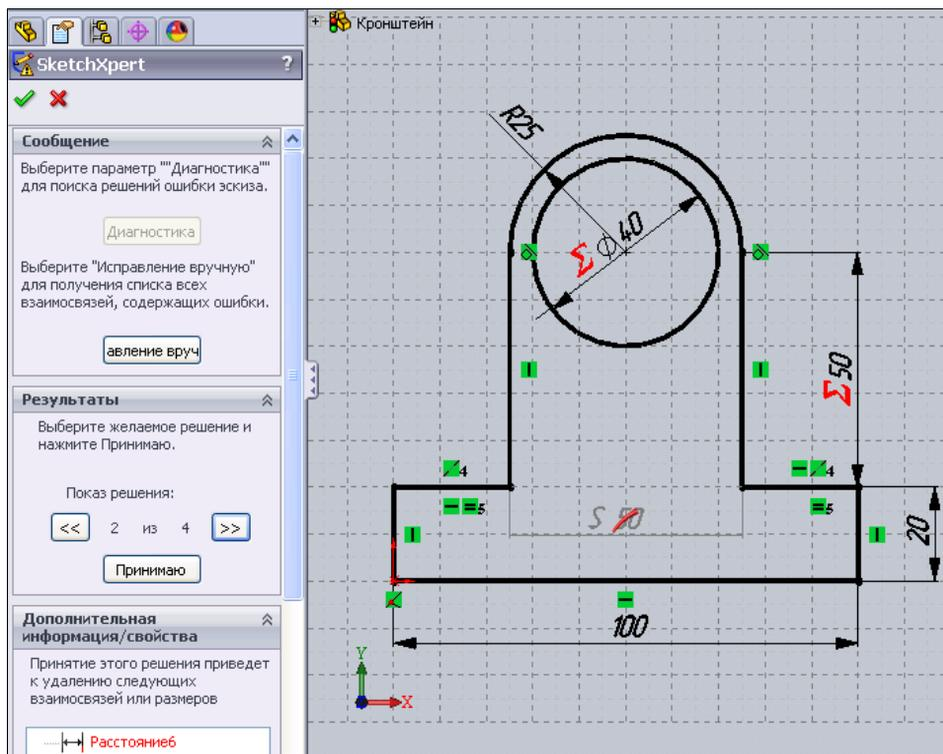

Рис. 1.32
В случае возникновения конфликтов в эскизе программа SolidWorks 2011 имеет инструмент **SketchXpert** для их разрешения. Чтобы запустить SketchXpert, щелкните мышью в статусной строке в месте надписи  **Решение не было найдено**. В Менеджере свойств откроется диалоговое окно **SketchXpert** (рис. 1.32) выбора:
- ♦ **Диагностика** — анализ возникшего конфликта, в разделе **Результаты** (рис. 1.32) предлагаются варианты решения данного конфликта. После выбора решения необходимо нажать кнопку **Принимаю**. Для завершения команды нажмите кнопку **ОК**  в Менеджере свойств;